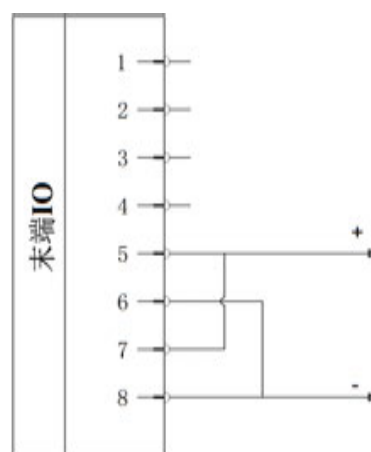

図 6-27 2ピンモード2結線
2) 結線方法：図 6-27 に示すように、電源線（5 グレー）と TI1/T01/PWR1 線（7 青）を接続する、アース（8 赤）と TI0/T00/GND1 線（6 ピンク）を接続する。